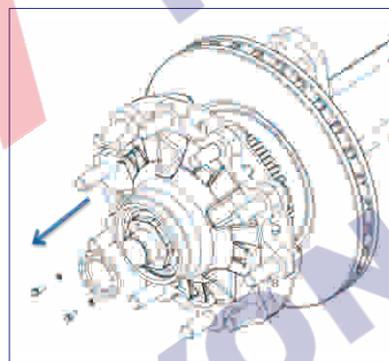

图3
- ④ 轴头螺母组件包含防松垫圈、以及锁紧垫圈的两个六角头螺栓；如图3所示用活动扳手将螺栓拧松，防松垫圈可以轻松取下。